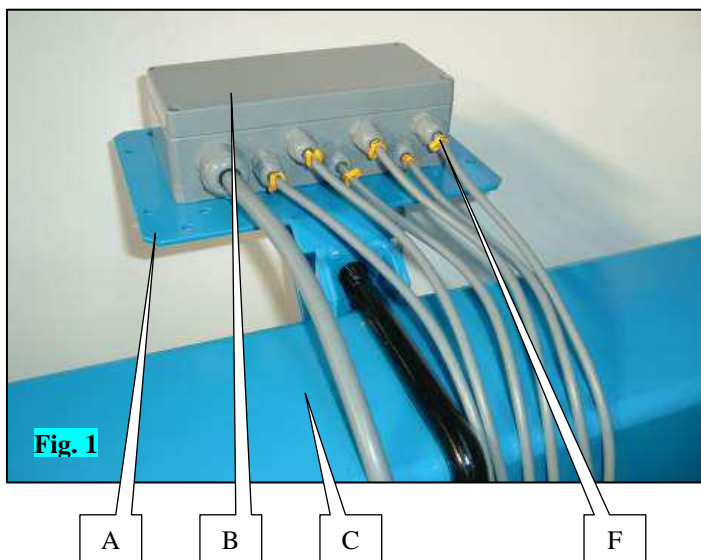
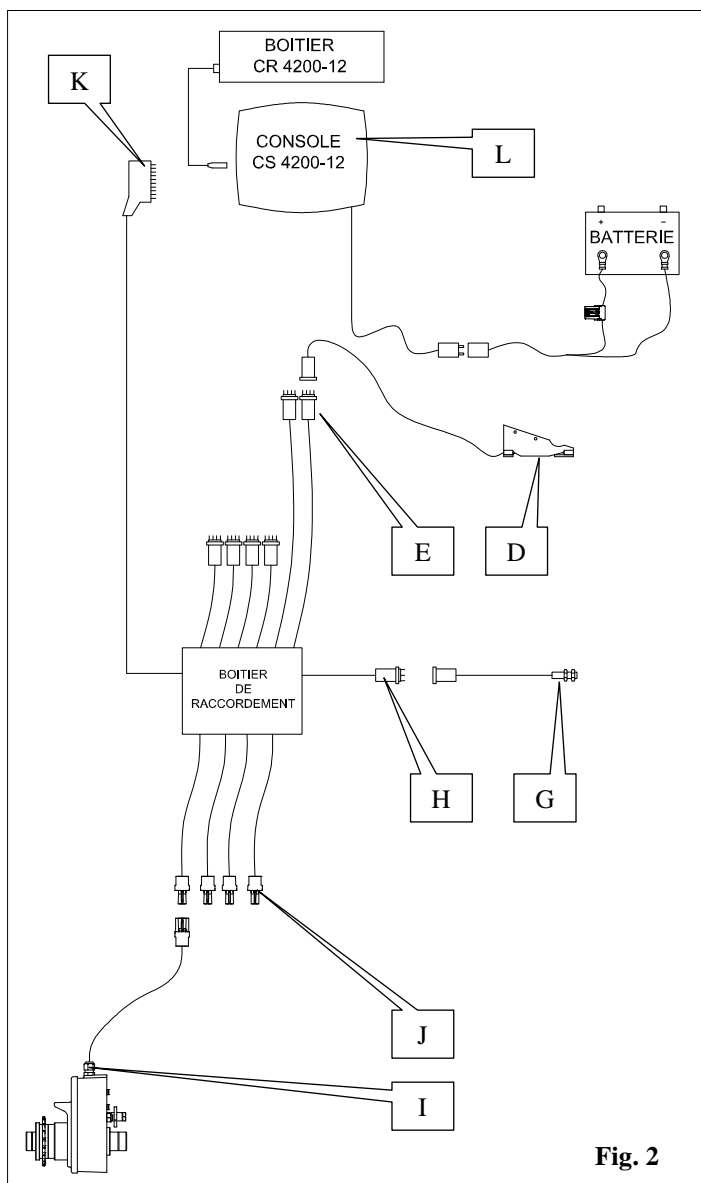

Fig. 1
Fig. 2
Instalar la consola en la cabina del tractor en un lugar donde esté fácilmente visible y accesible. Para ello, utilizar los soportes A y B (fig. 1) y la tornillería suministrada con la consola.
El soporte A (fig. 1) debe fijarse a la consola y el soporte B (fig. 1) a la cabina. La toma del cable de alimentación C (fig. 2 y 3) debe fijarse al soporte B (fig. 1 y 2).
Installare la consola nella cabina del trattore in un posto in cui sia facilmente visibile e accessibile. Per far questo, utilizzare i supporti A e B (fig. 1) e la bulloneria in dotazione con la consola.
Il supporto A (fig. 1) deve essere fissato sulla consola e il supporto B (fig. 1) nella cabina.
La presa del cavo di alimentazione C (fig. 2 e 3) deve essere fissata sul supporto B (fig. 1 e 2).
- fixer le support A (fig. 1) à l'aide de la bride sur la poutre du semoir C (fig. 1), le plus près du centre du semoir.
- fixer le boîtier de raccordement B (fig. 1) sur le support.
6. Branchement du faisceau (fig. 2)
Chaque câble de cellule est équipé d'une prise à brancher au faisceau. Les prises E du faisceau à brancher aux cellules sont des prises 4 voies et les câbles du faisceau sont numérotés à la sortie du boîtier F (fig. 1):
- Mount mounting A (fig. 1) using the flange on the seeder's beam C (fig. 1), as close as possible to the centre of the seeder.
- Mount terminal box B (fig. 1) on the mounting.
6. Connecting the wire harness (fig. 2)